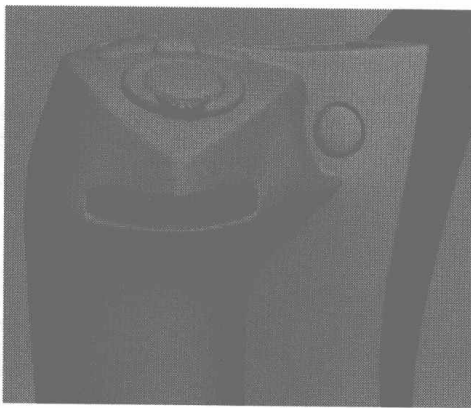

图 6.151
- 05 显示隐藏的物体，此时滚轮效果如图 6.151 所示。